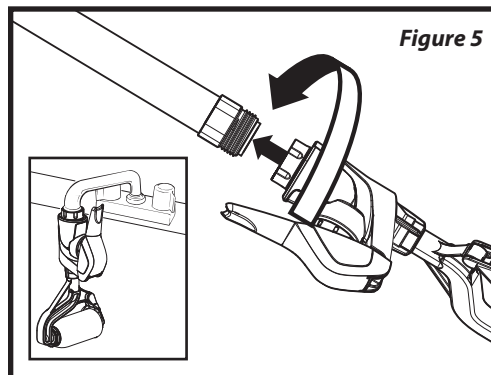

Figure 5
3. Thread the cleaning adapter (with trigger housing attached) onto a garden hose or a faucet hose (figure 5). If you have a threaded faucet, you can thread the hose adapter (with trigger housing attached) directly onto it.
3. Vissez l'adaptateur de nettoyage (fixé au boîtier de la détente) sur un boyau d'arrosage ou un boyau de robinet (figure 5). Si vous avez un robinet fileté, vous pouvez y visser directement l'adaptateur de tuyau (fixé au boîtier de la détente).